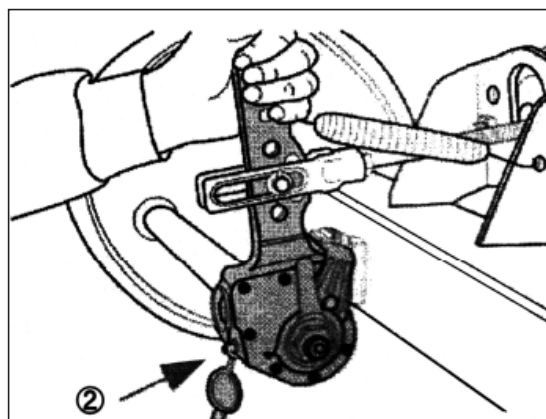

図 .3-2-2
潤滑と機能の確認の方法については5頁②を参照。(図3-2-2 ②)